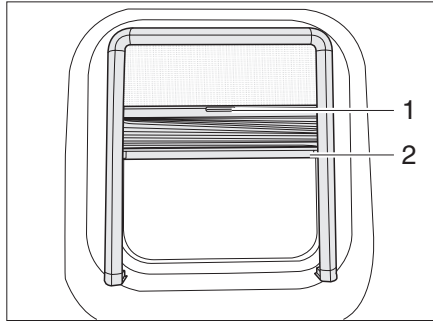

Bild 30 Överkantshängda fönster med dämpning, öppnat
- Fatta tag i skåran (Bild 30,2) och dra mörkläggningsgardinen uppåt underifrån tills den når önskad höjd.
- Fatta tag i skåran (Bild 30,2) och skjut mörkläggningsgardinen uppåt.
- Dra insektstaket neråt i handtagen (Bild 30,1).
- Dra insektsnätet uppåt i handtagen (Bild 30,1).